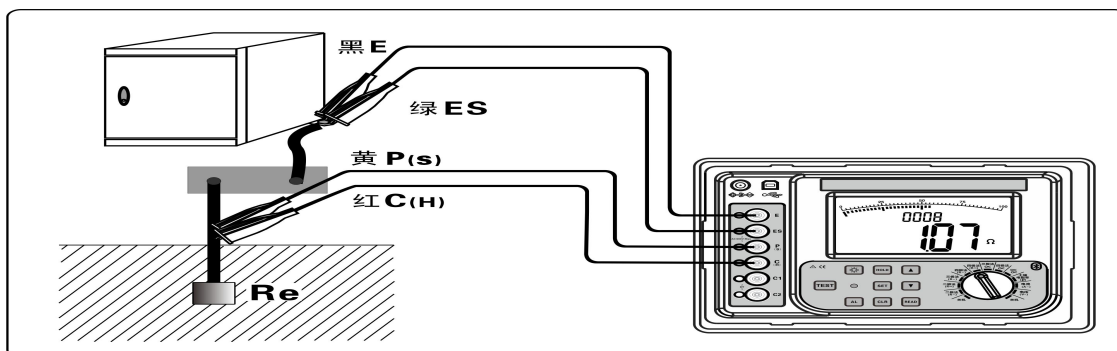

图 18（直流电阻测试示意图）
如图 18：测量设备与接地体之间连接电阻值，将测试线一端(黑、绿、黄、红)分别插仪表的 E、ES、P(H)、C(H) 接口，测试线 E、ES 夹住设备接地线引出端，P(S)、C(H) 夹住接地引下线靠近地一端。